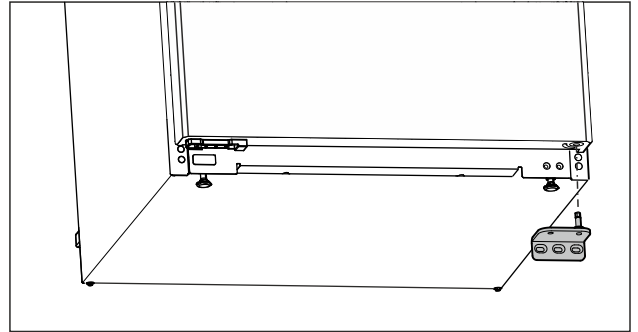

Fig. 7
- ▶ Hiqni nga poshtë bazamentin mbështetës. (shihni Fig. 7)